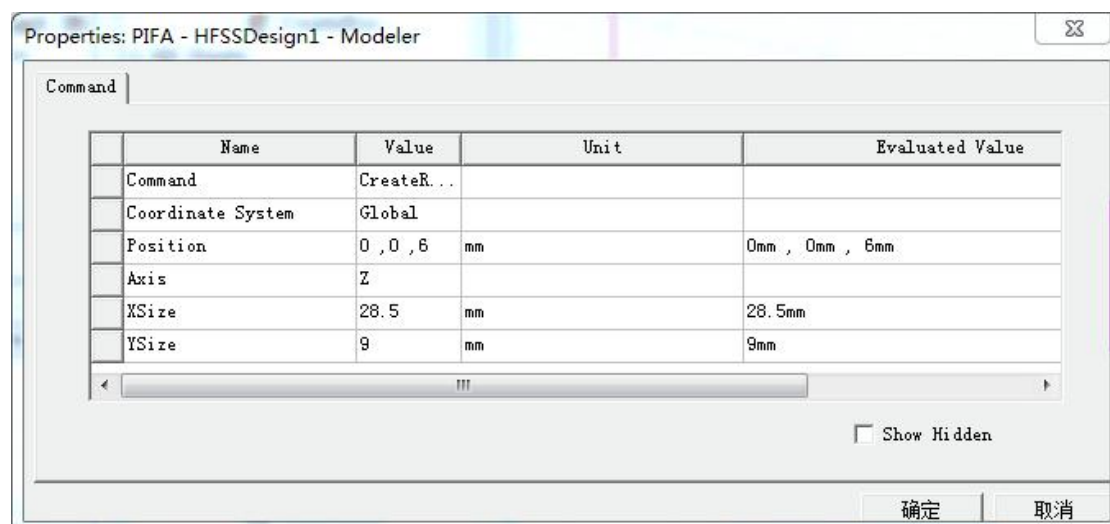

图 5
a) Draw—>Rectangle 设置名称为 patch1，颜色为绿色，设置大小位置如图 5: